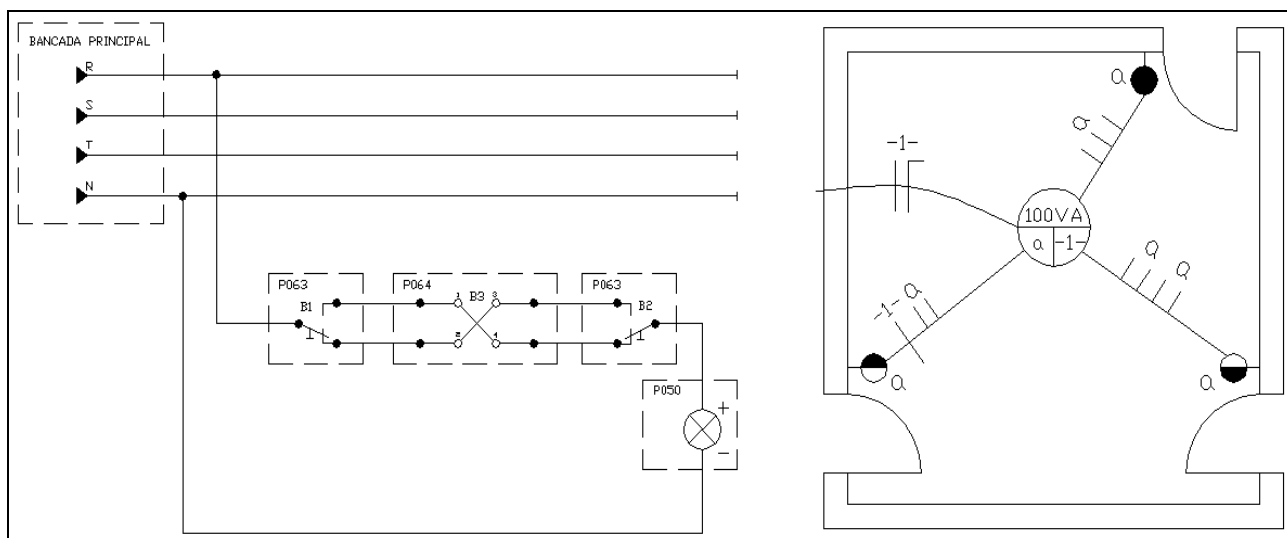

Figura 4 – Ligação de interruptor *four-way* ligando uma lâmpada – três pontos de comando e diagrama unifilar.
5.4 Monte o circuito da **Figura 4** e avalie o funcionamento do comando de uma lâmpada de três lugares diferentes (*Four-way*);